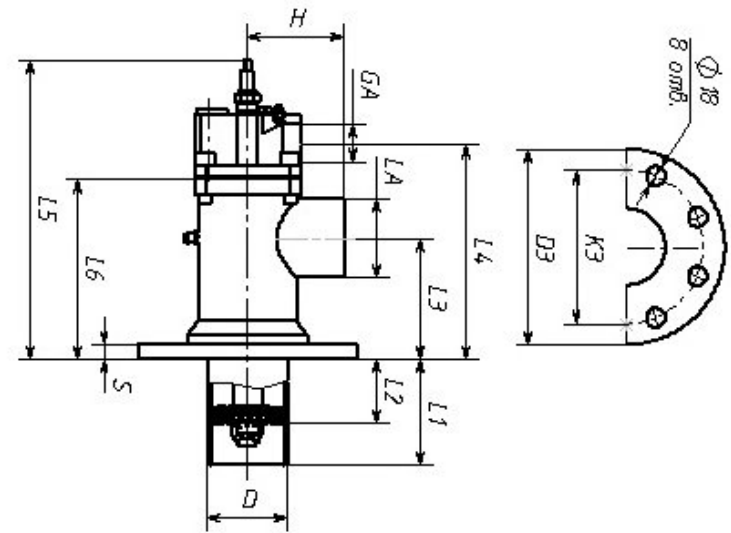

Рис. 1
- отсоединить импульсную воздушную трубку от золотника 8 на корпусе 3 (см. рисунок 1);